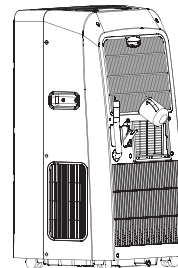

Рис. 11
- Перед началом чистки и технического обслуживания кондиционера отсоединит его от сети электропитания (см. рис. 11).